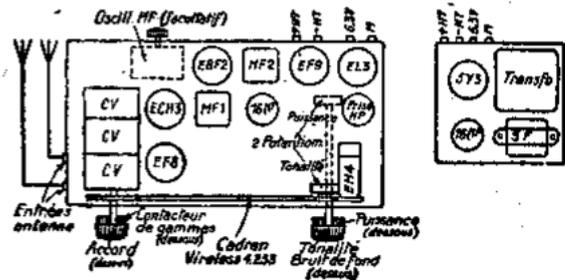

Fig. 118. — Disposition des châssis.
b) Lampes EF8 et ECH8 immédiatement à côté du condensateur variable (voir fig. 118).
Nous monterons donc dans ce but l'oscillateur MF en question, dans un coin du châssis du récepteur (fig. 118). Son inverseur à 8 positions étant en C, le circuit grille est court-circuité à la masse : pas d'oscillation, aucun trouble. C'est ce qu'il faut pour pouvoir recevoir la radiotéléphonie sans déformation ni sifflement.